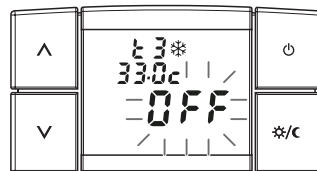

fig. 33
- Dalla visualizzazione a fig. 33, premendo il tasto  si passa alla funzione successiva (vedere paragr. 5.2/e)